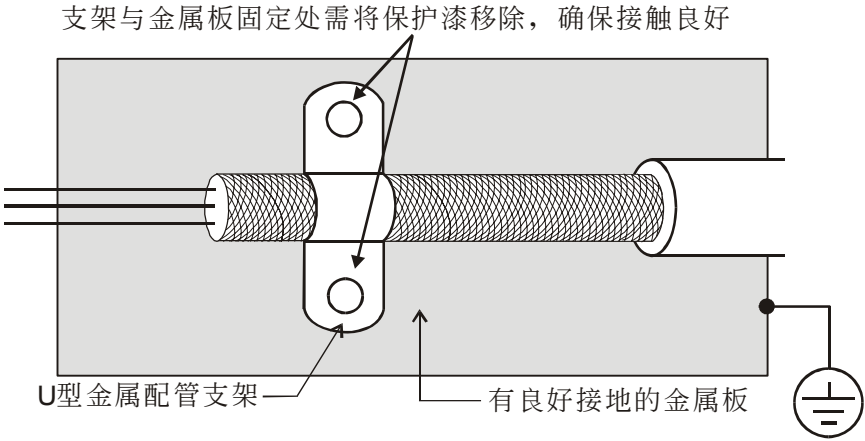

图 1
- ☑ **U** 型金属配管支架与金属板固定处需将保护漆移除，确保接触良好，请见图 1 所示。